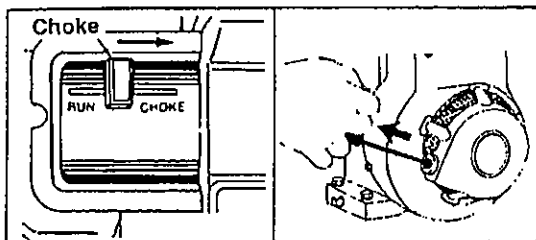

FIGURE 6
2. Vérifiez que la poignée d'embrayage de la marche avant se trouve au point mort (ralâchée). Voir la figure 6.
3. Placez la commande de l'obturateur à la position «FAST» (Rapide). Voir la figure 6.
5. Tirez lentement sur la poignée du démarreur (voir la figure 6) jusqu'à ce que le moteur atteigne le cycle de compression. (Une légère résistance se fait sentir à ce moment.) Laissez la corde revenir lentement.
1. Placez la manette de la commande de l'obturateur à la position «STOP» (Arrêt). Voir la figure 6.